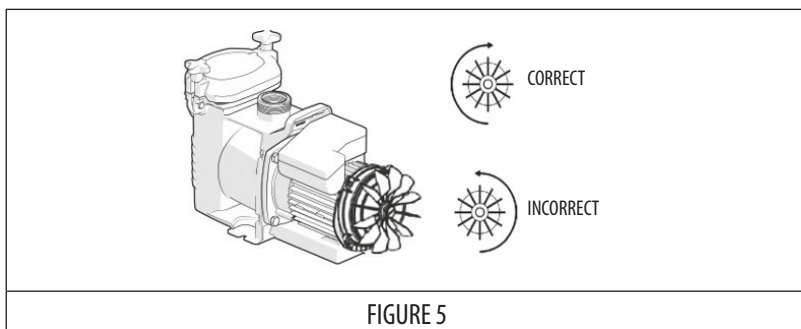

FIGURE 5
- Vérifiez que le moteur tourne dans le bon sens (en regardant le ventilateur situé à l'arrière du moteur). (Voir FIGURE 5.)